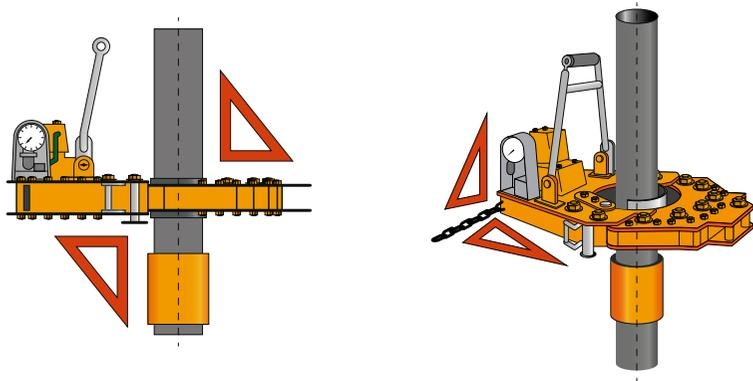

Imagen. 16
- Una la línea guía de la pinza eléctrica a una vara de apoyo en un ángulo de 90° con respecto a la pinza eléctrica; chequee el tamaño de la pinza eléctrica y la terraja de apoyo, y posicíonelas en el cuerpo del tubo. Las terrajas deben estar limpias y ajustarse adecuadamente al cuerpo del tubo (vea imagen 16, 17).